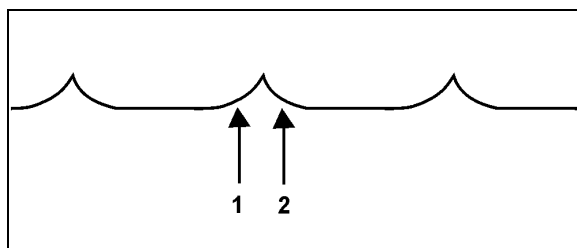

Рис. 30
- **Рис. 30** – правильная регулировка рядов дисков.